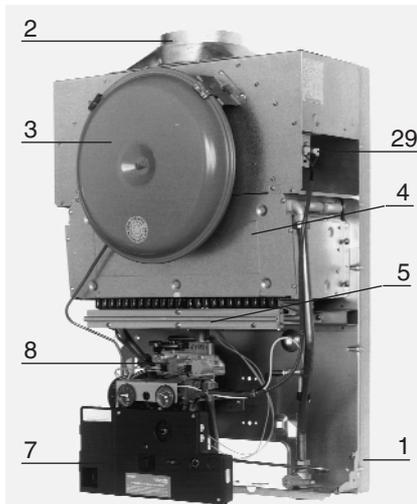

Fig. 4
## 1.4 DESCRIPTION (fig.4, 5 et 6)
28. - Sécurité de débordement (fig. 4).